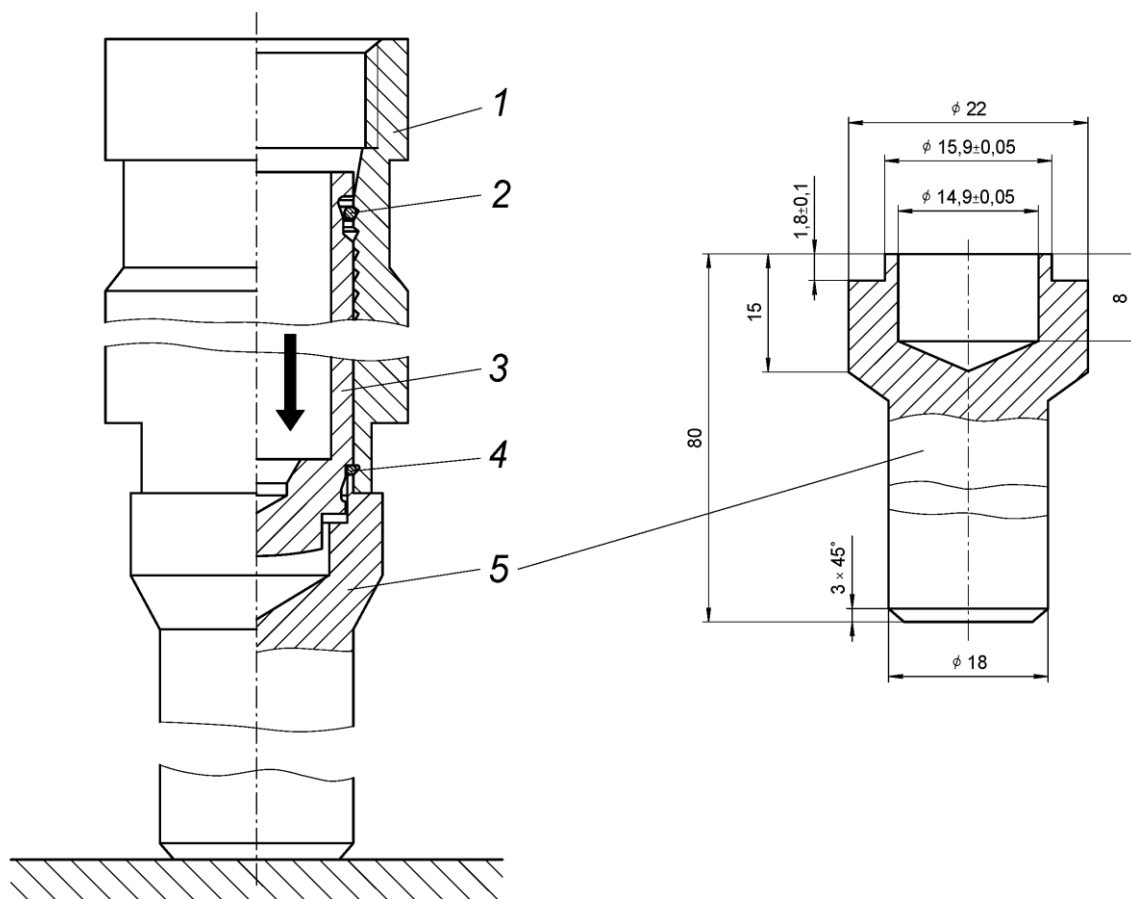

Рисунок 60. Сборка гидронатяжителя с помощью оправки:
- на закрепленную вертикально оправку 5 (рис.60) установить корпус гидронатяжителя 1;